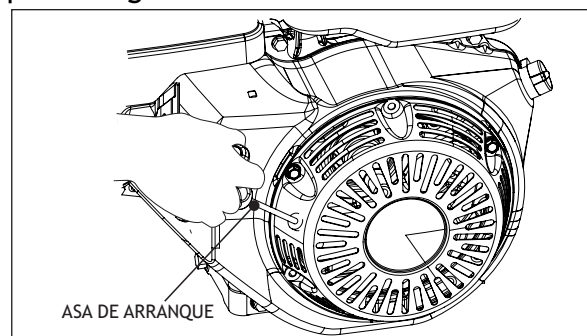

Fig 6. Asa de arranque
5. Jale el asa de arranque (Fig 6) suavemente hasta sentir resistencia, después jale más fuerte. La olla empezará a girar en este momento.